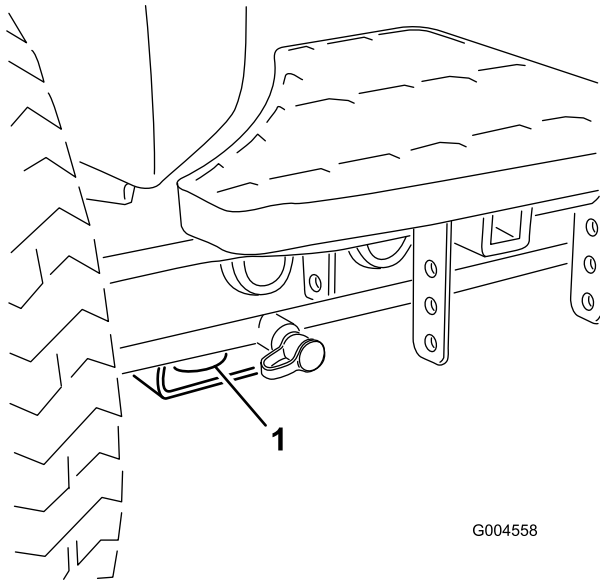

Figura 57
- Delantero – el orificio del bloque rectangular, debajo del tubo del eje, al interior de cada rueda delantera (Figura 57).